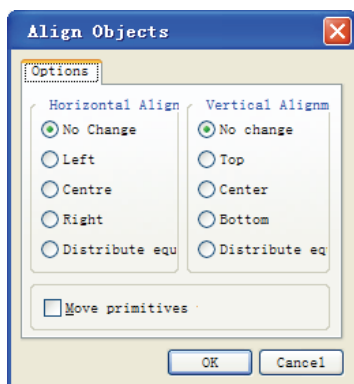

图 6-7 复合排列设置对话框
- (1) 左对齐排列【Align Left】命令是将选取图件，向最左边的图件对齐。
- (2) 右对齐排列【Align Right】命令是将选取的图件，向最右边的图件对齐。
- (3) 水平中心对齐排列【Align Horizontal Centers】命令是将选取的图件，向最右边图件和最左边图件的中间位置对齐。执行命令后，各个图件的垂直位置不变，水平方向都汇集在中间位置，所以有可能发生重叠。
- (4) 水平等间距对齐排列【Distribute Horizontally】命令是将选取的图件，在最右边图件和最左边图件之间等间距放置，垂直位置不变。
- (5) 上对齐排列【Align Top】命令是将选取的图件，向最上面的图件对齐。
- (6) 下对齐排列【Align Bottom】命令是将选取的图件，向最下面的图件对齐。
- (7) 垂直中心对齐排列【Align Vertical Centers】命令是将选取的图件，向最上面图件和最下面图件的中间位置对齐。执行命令后，各个图件的水平位置不变，垂直方向都汇集在中间位置，所以也有可能发生重叠。
- (8) 垂直等间距对齐排列【Distribute Vertically】命令是将选取的图件，在最上面和最下面图件之间等间距放置，水平位置不变。
- (9) 按栅格对齐【Align To Grid】命令是使未位于栅格上的电气点移动到最近的栅格上（图件本身作为一个整体也会发生移动）。这个命令主要用在放置完原理图图件后，修改栅格参数，从而使元件等原理图图件的电气连接点不在栅格点上，给连线造成一定困难时，可用该功能使其修正。
(10) 复合排列【Align...】命令，可以将选取的图件在水平和垂直两个方向上同时排列。
- 执行菜单命令【Edit】→【Align】→【Align...】，进入复合排列设置对话框，如图 6-7 所示。